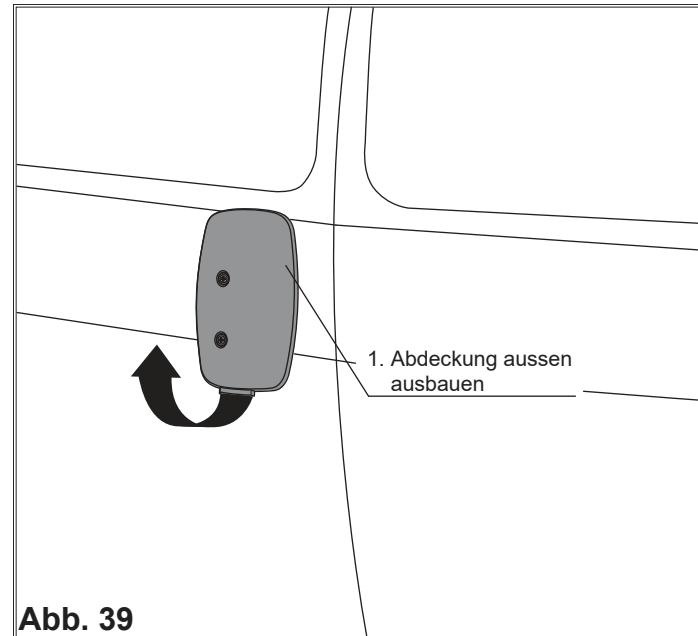

Abb. 39
1. Die Abdeckung ausbauen, wenn vorhanden, (**Abb. 39**).